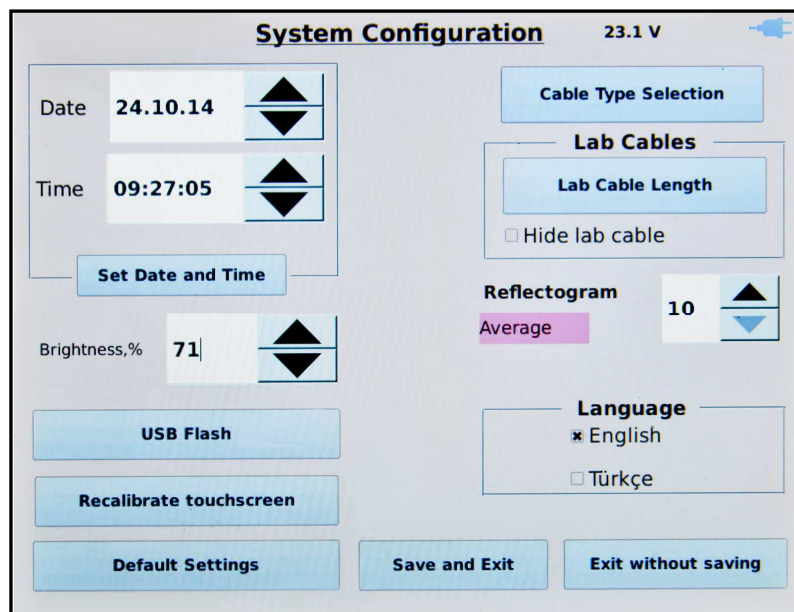

Рисунок 25 – Установка усреднения рефлектограмм «**Average**».
2.2.16.7 Для уменьшения помех наблюдаемых на рефлектограмме рекомендуется применять усреднение рефлектограмм. Для этого нужно выйти в «**Main Menu**», нажать кнопку «**Setup**» и затем с помощью опции «**Reflectogram Average**» установить требуемое количество рефлектограмм для усреднения (см. рисунок 25).